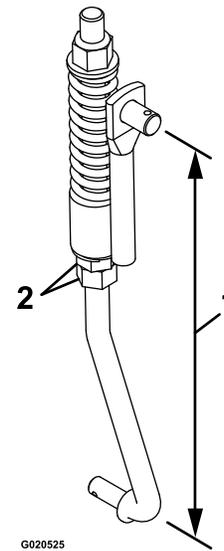

Figura 58
8. Ajuste la longitud del acoplamiento con las 2 tuercas situadas en la parte inferior del conjunto de muelle vertical (Figura 58).